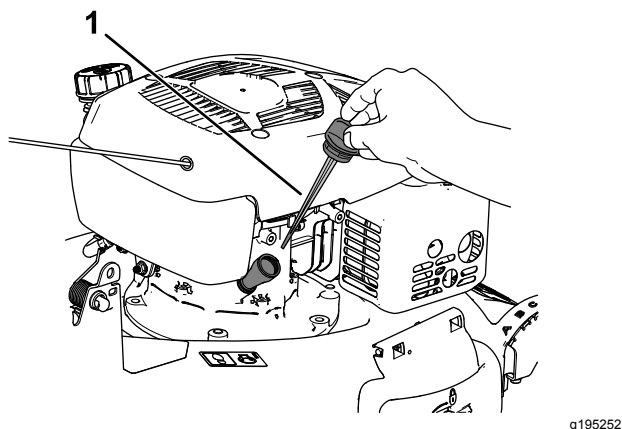

図 40
3. キャップを左に回してディップスティックを抜き取る 図 40。